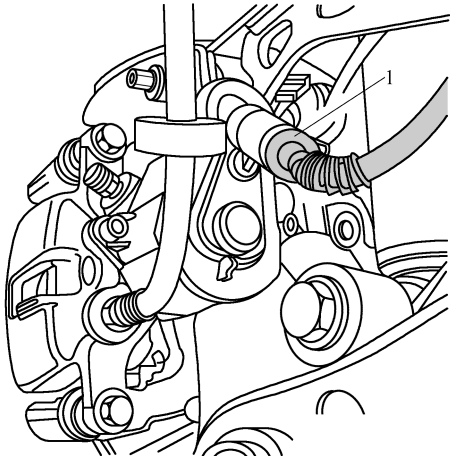

图 3-2-71 断开伺服电动机插接器
(1) 升起汽车，拆下车轮，断开伺服电动机插接器 1，如图 3-2-71 所示。